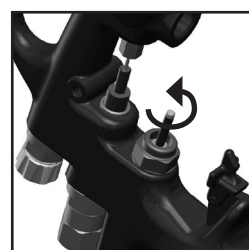

Fig. 15
2. Dévisser la vanne d'air avec une clé de 14 mm. (voir fig. 15).